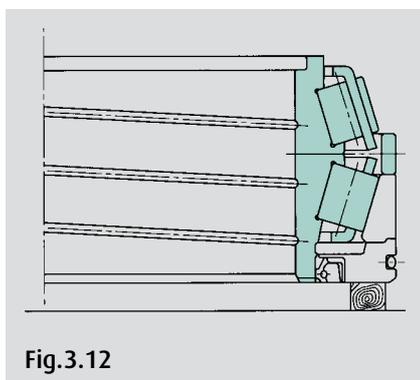

Fig. 3.12
9. Montare il cono con il lato contrassegnato dalla marcatura A rivolto verso il basso. Effettuare il montaggio mentre si ruota il cono. (Fig. 3.12) Durante il montaggio, eseguire il centraggio con cura in modo che la superficie terminale del cono non danneggi la tenuta principale. Dopo il montaggio, verificare che la tenuta principale sia applicata correttamente sulla superficie della pista di rotolamento.